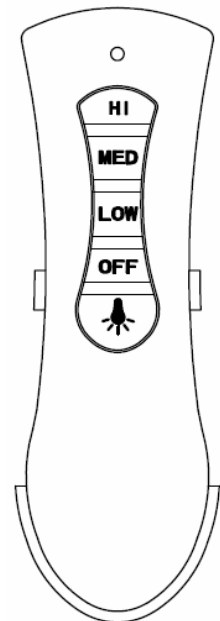

Imagen 14b
3. Introduzca el mando a distancia en el portamandos (imagen 14b).